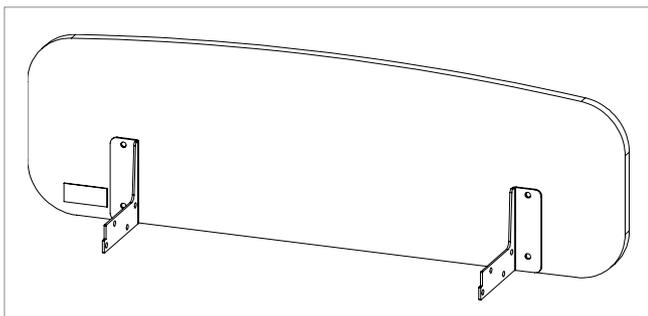

Figure 8.4
9. Positionnez les supports sur le pied de lit comme Figure 8.4 – notez l'orientation des supports.